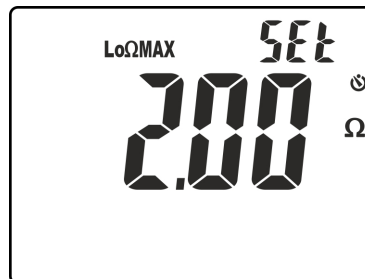

Fig. 26: Configuration du seuil limite de la mesure de continuité
4. Cliquer sur les touches **▼/⊗** ou **▲/ZERO** pour sélectionner la valeur comprise dans l'échelle: **0.05 $\Omega$  à 9.99 $\Omega$**  (voir Fig. 26)
4. Cliquer sur les touches **▼/☼** ou **▲/ZERO** pour sélectionner la valeur comprise dans l'échelle: **0.05Ω à 9.99Ω** (voir Fig. 26)